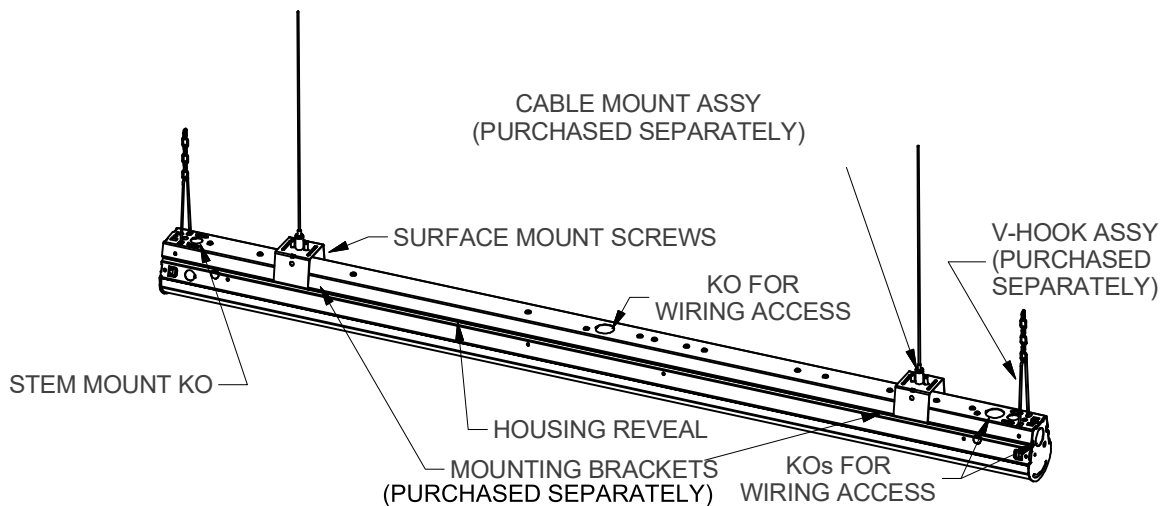

FIG. 1- STAND ALONE CONFIGURATION
- 3) To install with HANGER BRACKETS (See FIG.1):
- B. Remove stem mount KOs shown in Fig 1 at each end of fixture
- 3) Pour installer les SUPPORTS DE SUSPENSION (COMMANDÉS SÉPARÉMENT) (Voir FIG. 1) :
- B. Retirer la tige de KO marqué montage représenté sur la Fig 1.